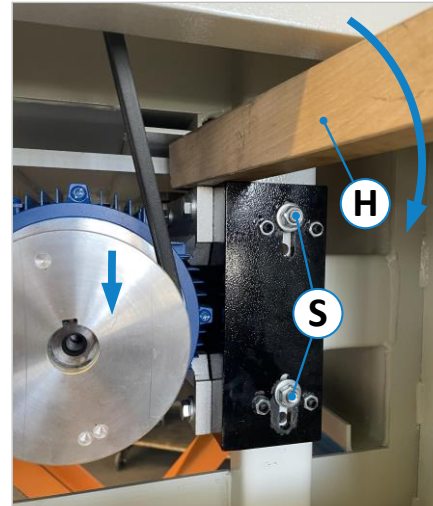

Abbildung 59: Keilriemen spannen
- Hauptschalter (1) ausschalten und abschließen.
- Siehe ⇒ Abbildung 59: Die beiden Sechskantmuttern (S) lösen und den Motor nach mit einem Hebel aus Holz (H) nach unten drücken. Dann die beiden Muttern (S) wieder fest anziehen.